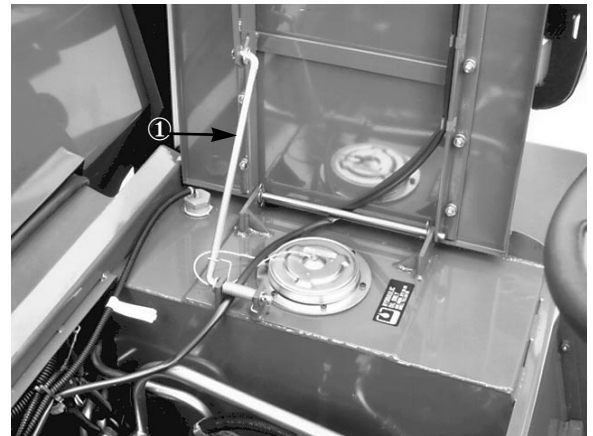

Bild 16
2. Den Sitz anheben und in aufrechter Stellung mit der Sitzständer absichern (Bild 16).